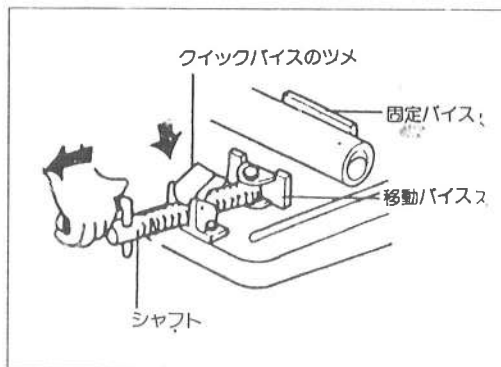

図2
①クイックバイスのツメをおこして、シャフトが空転するようにして下さい。そして、シャフトを手前に引いて材料をセットし、クイックバイスのツメをたおしてネジにかみ合わせ、シャフトハンドルを回すと締まります。(図2参照)